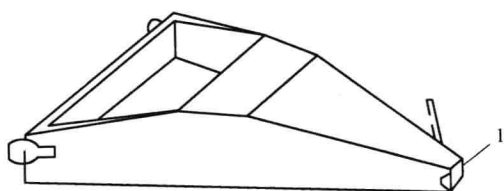

图 1-16 料斗
⑥ 料斗。料斗是在塔吊施工时，用来垂直运输砂浆的工具，如图 1-16 所示。